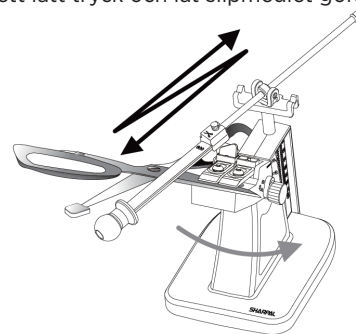

Fig. 10
2. Applicera ett lätt tryck med långa, jämna drag, med början från bladets häl. För slipskivan fram och tillbaka längs med skäret mot spetsen. Stanna vid bladets spets (Se Fig. 10).